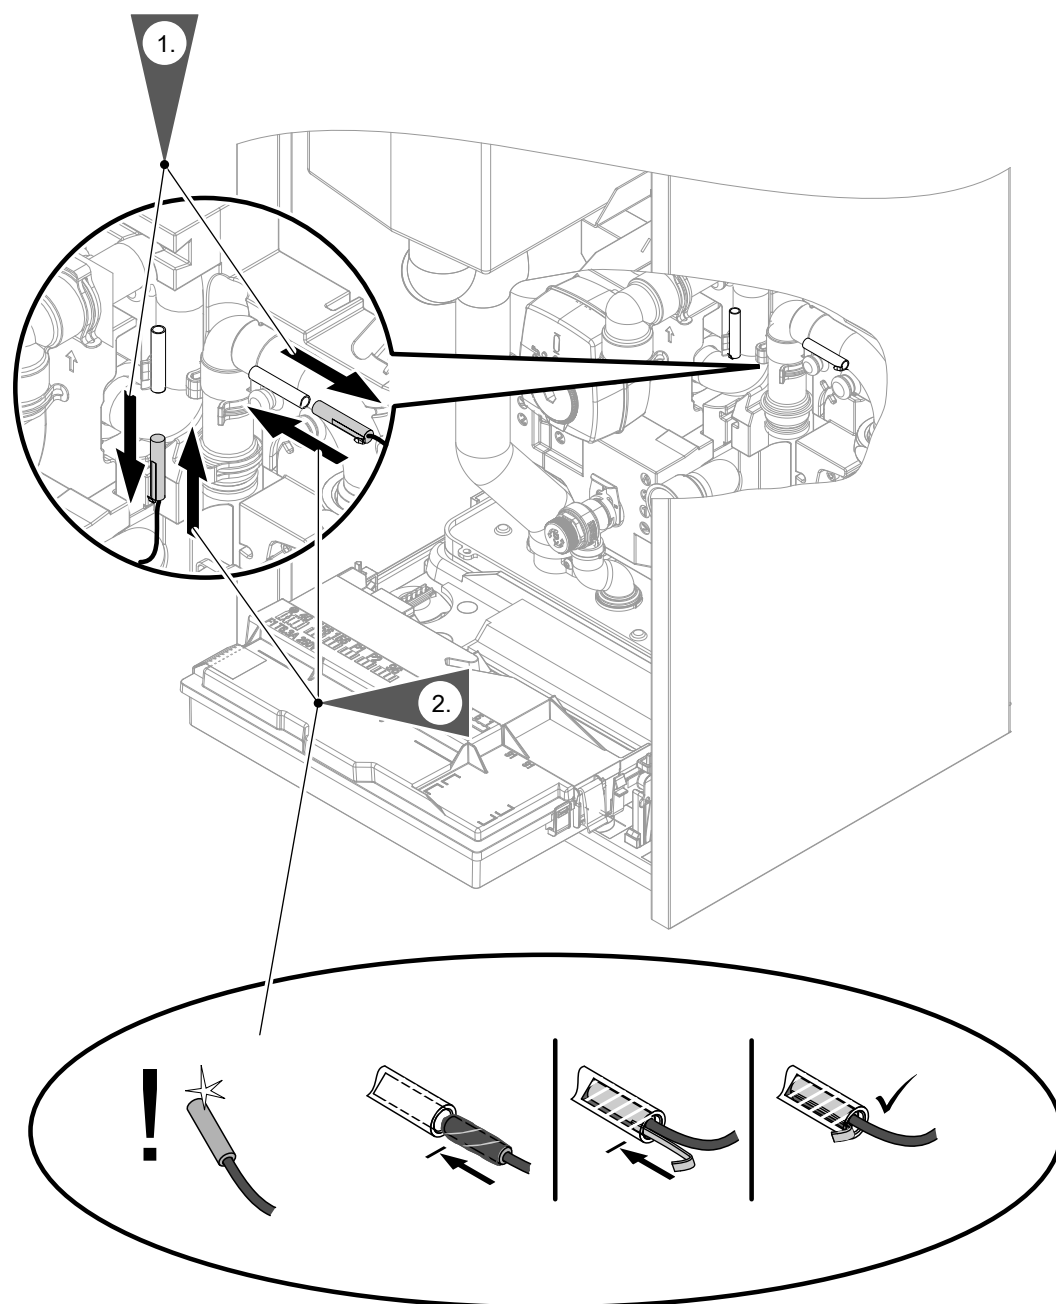

Fig. 85
- Sondes de température du circuit secondaire : voir fig. 85.